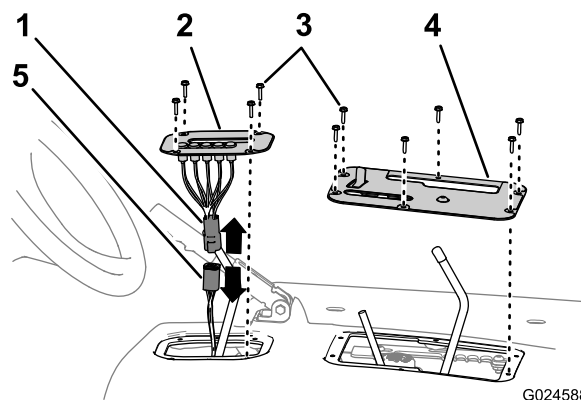

Figura 8
6. Rimuovete le 4 viti a testa esagonale che fissano la copertura dell'indicatore del cambio alla copertura del sedile (Figura 8).
7. Sollevate il gruppo dell'indicatore del cambio, scollegate i connettori elettrici del cablaggio e dell'indicatore della macchina, quindi togliete l'indicatore dalla macchina. (Figura 8).
8. Rimuovete le 6 viti a testa esagonale che fissano la copertura del comando alla copertura del sedile, quindi togliete la copertura del comando (Figura 8).